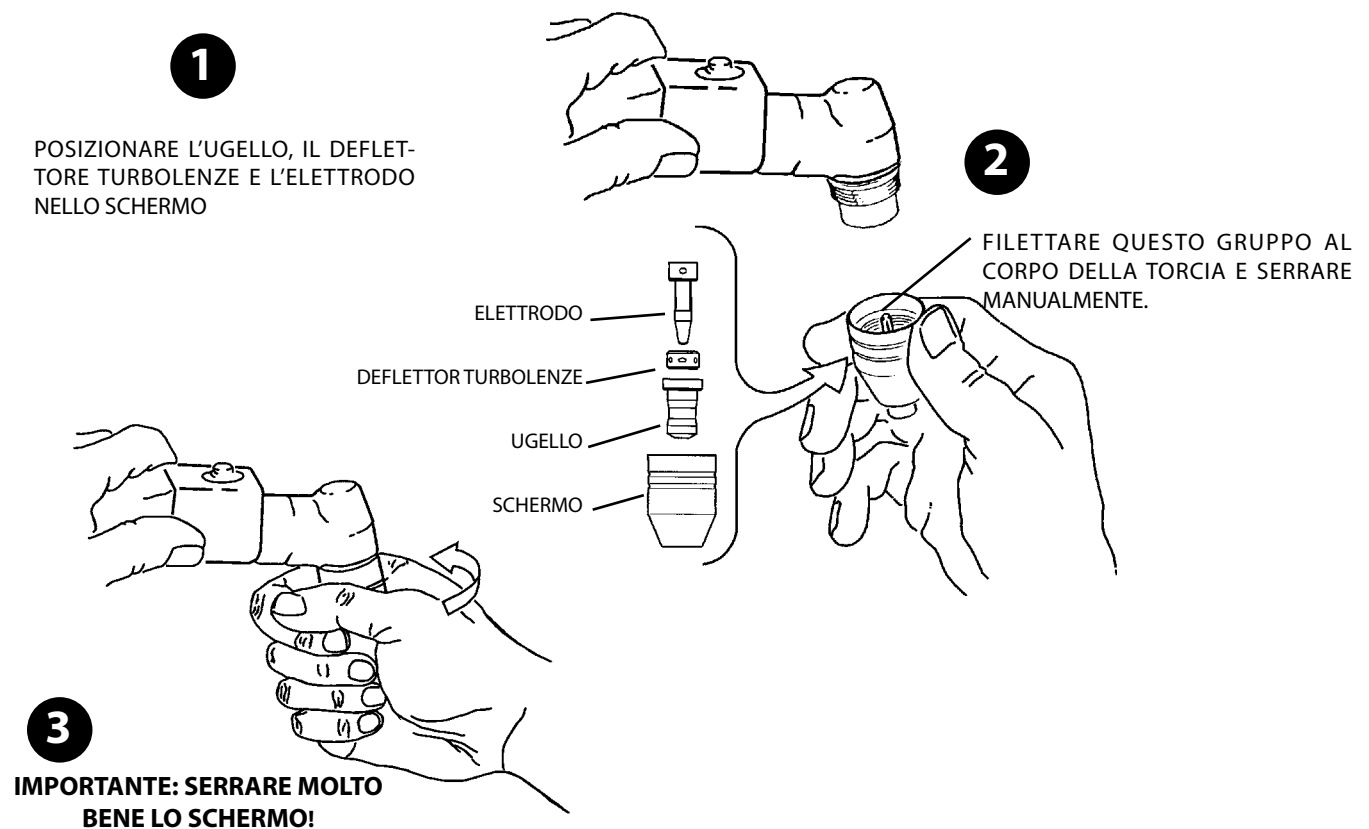

Figura 3-1. Montaggio delle estremità anteriore torcia PT-27
Installare i componenti della torcia PT-27 come illustrato nella Figura 3-1.
1. Posizionare la testa della torcia verso il basso (fare riferimento alla figura 3-1) e rimuovere lo schermo. L'ugello, il deflettore turbolenze e l'elettrodo si stacca dalla testa e rimane nello schermo. Rimuovere questi componenti e ispezionarli per notare eventuali segni di usura. Ugello ed elettrodo generalmente si usurano allo stesso modo. Per migliori prestazioni, sostituirli entrambi.
B. Per sostituire i componenti dell'estremità anteriore, fare riferimento alla figura 3-1.